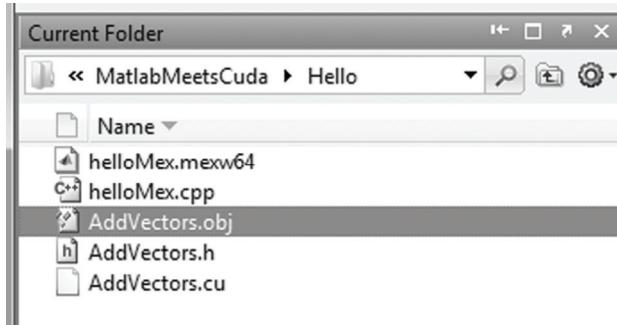

图 2.9 创建目标文件
**步骤 4** 注意到在 MATLAB 当前文件夹窗口中，生成的目标文件位于相同的工作目录中，如图 2.9 所示。